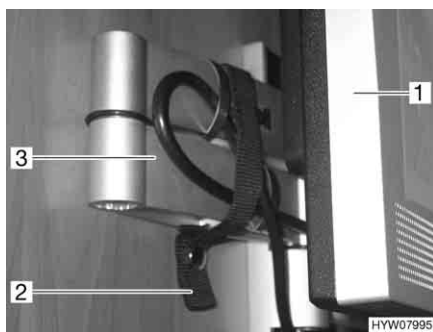

Fig. 75 Schermo piatto sul braccio snodato
- Staccare la cintura di ritegno (Fig. 75,2).
- Inclinare lo schermo piatto (Fig. 75,1) sul braccio snodato (Fig. 75,3) nella posizione desiderata.